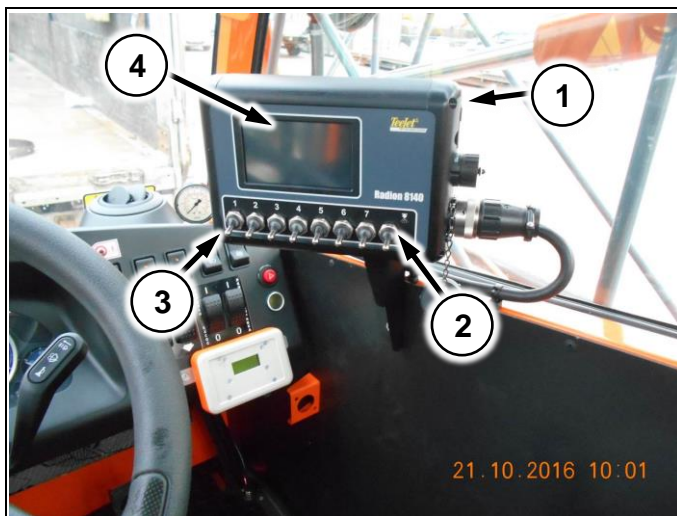

Рис. 61
- (Рис. 61/1) – кнопка питания
(Рис. 61/2) – тумблер включения опрыскивания
(Рис. 61/3) – тумблера включения секций
(Рис. 61/4) – сенсорный дисплей управления компьютером